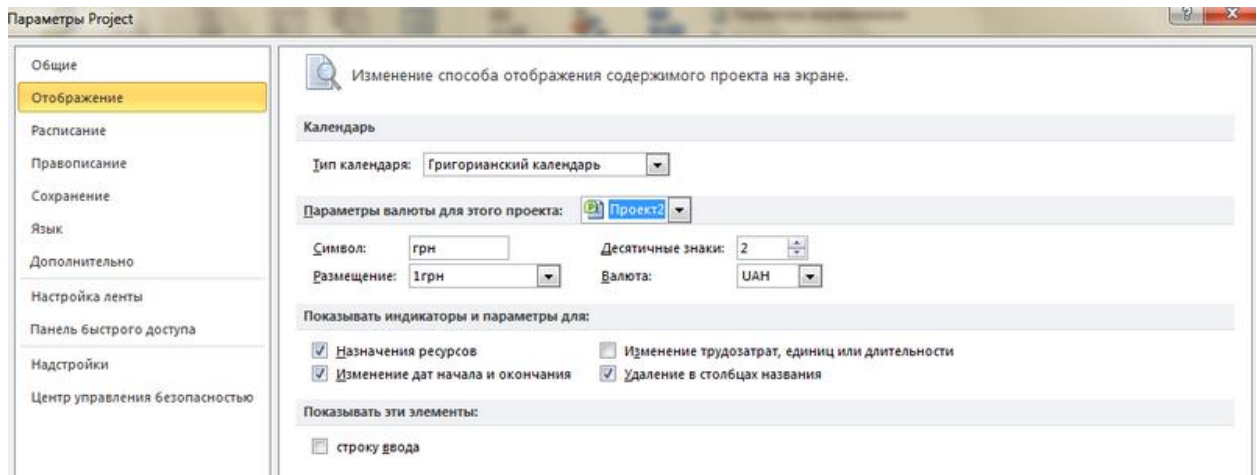

Рисунок 4.1 Настройка закладки «Отображение»
- a. Выбираем валюту проекта и пишем символ валюты, Рисунок 4.1.